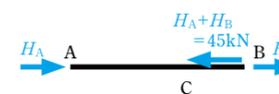
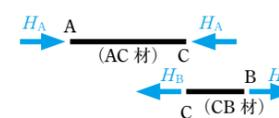

図 3 水平方向の力のつり合い
図 4 水平方向の力の流れ
式④は図3のように、点Cに作用する45kNの荷重が H_A と H_B の和になることを表しています。したがって、その下の図4のように、45kNという荷重はAC材の点Cに H_A の圧縮力、CB材の点Cに H_B の引張力となって作用します。そして、AC材は H_A の圧縮力を受けて長さが縮みます。CB材は H_B という引張力を受けて長さが伸びます。また、両端の点Aと点Bは回転端という支点なので移動しません。そのため、長さの変化は点Cの移動量になります。ただし、AC材の点CもCB材の点Cも同一点なので、AC材の縮む量もCB材の伸びる量も同じでなくてはなりません。このことから、 H_A と H_B の大きさを求めることができます。